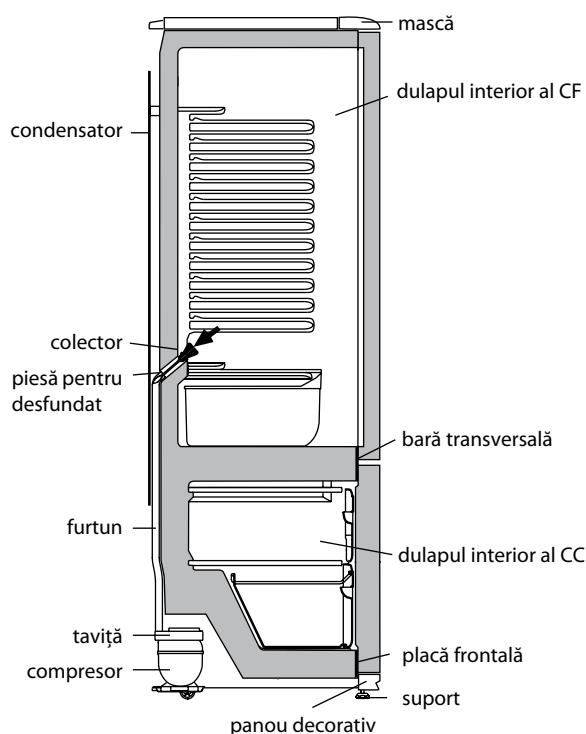

Figura 5 — Schema scurgerii apei rezultate în urma topirii din CF
3.5.1 În CF se folosește un sistem automat de dezghețare. Bruma, care apare pe pereții din spate a CF, după deconectarea compresorului care lucrează în ciclu, se topește și se transformă în picături de apă. Picăturile de apă rezultată în urma topirii se scurg în colector, apoi prin gaura acestuia și prin furtun - în tavița de pe compresor, în conformitate cu figura 5 și se evaporă. Gaura colectorului este dotată cu o piesă pentru prevenirea înfundării sistemului de drenaj.
Prezența apei în colector indică înfundarea sistemului de drenaj. Pentru eliminarea înfundării folosiți piesa corespunzătoare și curățați gaura colectorului, astfel ca apa să se scurgă liber în taviță, apoi spălați piesa și instalați-o în conformitate cu figura 5.
SE INTERZICE să utilizați frigiderul cu sistemul de scurgere înfundat. Apa care a apărut la baza CF sau care a ajuns în locul de alăturare a barei transversale și a dulapului interior al CF, în conformitate cu figura 5, poate provoca coroziunea dulapului exterior al frigiderului și elementelor agregatului frigorific, defectarea izolației termice, formarea crăpăturilor dulapului interior și defecțiunea frigiderului.
SE INTERZICE dezghețarea CC fără utilizarea elementului pentru drenare. Apa rezultată în urma topirii care se scurge din cameră afară de elementul pentru drenare, pătrunzând în locul de alăturare a plăcii frontale la dulapul interior în conformitate cu figura 5, poate provoca coroziunea dulapului exterior al congelatorului și a elementelor agregatului frigorific, defectarea izolației termice, formarea crăpăturilor dulapului interior și defecțiunea frigiderului.